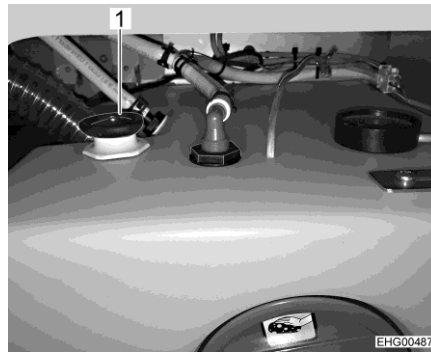

Fig. 44 Depósito de agua con tirador giratorio
- Girar el tirador giratorio (Fig. 44,1) del depósito de agua en sentido contrario a las agujas del reloj sobrepasando la resistencia, para abrir el orificio de salida completamente.